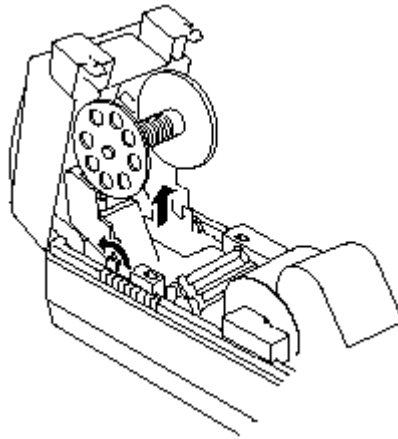

Рисунок 9 - Катушка - підмотчик
- зніміть катушку – підмотчик (рисунок 9);